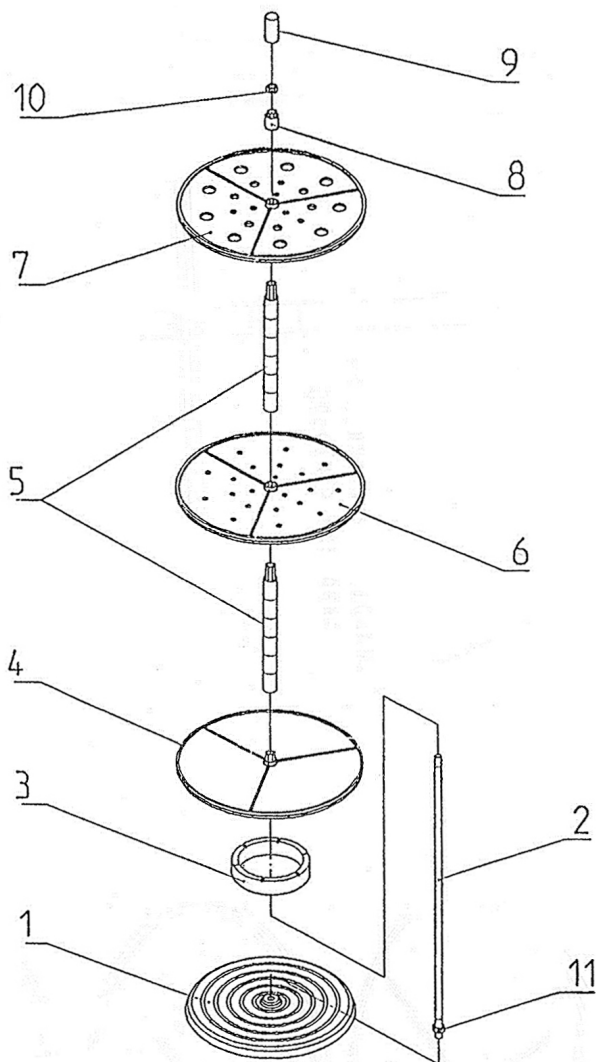
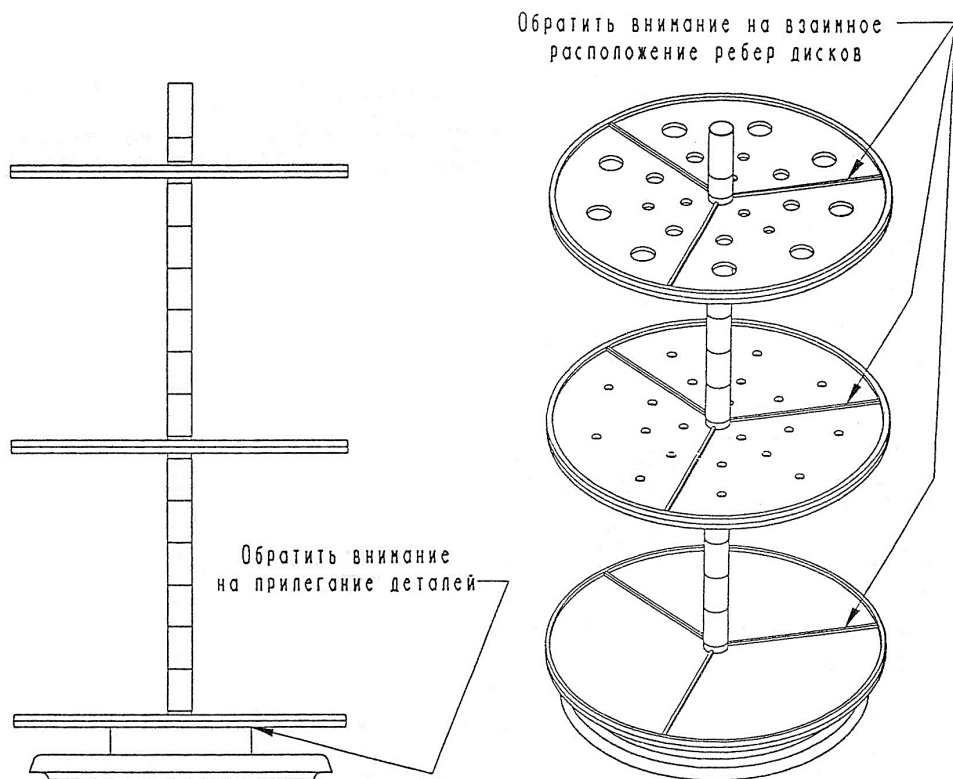

Рисунок 1
Рисунок 2
Сборка штатива производится пользователем в соответствии с прилагаемой схемой сборки (Рисунок 1) с учётом замечаний (Рисунок 2), в последовательности, описанной ниже.
- 3.6. Удерживая диск 4 и кольцо 3 в совмещённом положении, надеть их на шпильку 2 и переместить вниз до упора кольца 3 в основание 1. После этого проконтролировать совпадение пазов кольца и рёбер на диске (Рисунок 2).
- 3.8. Установить диск 6 фирменным логотипом вверх. При этом вращением подобрать такое его положение, в котором рёбра дисков 4 и 6 совпадают (Рисунок 2).
- 3.10. Установить диск 7 фирменным логотипом вверх. При этом вращением подобрать такое его положение, в котором рёбра дисков 6 и 7 совпадают (Рисунок 2).